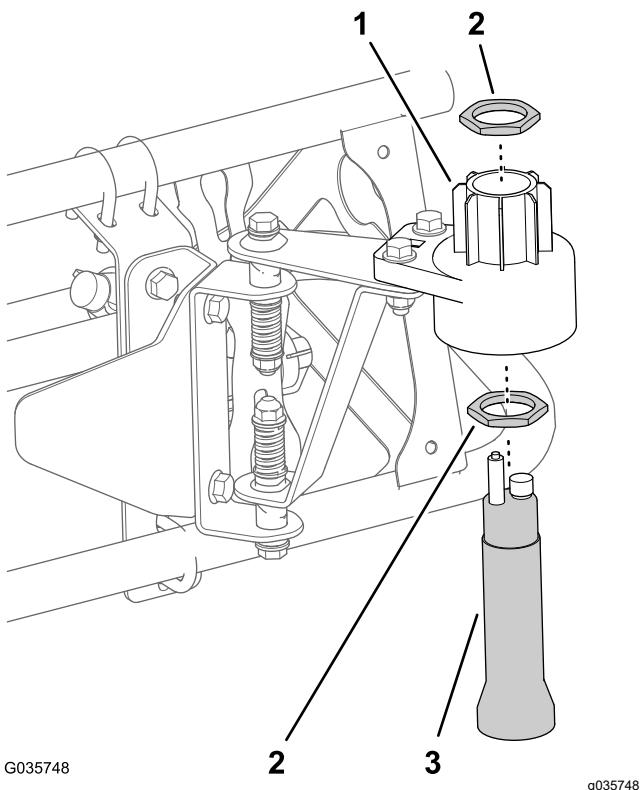

Figura 21
- Monte uma porca grande no sensor (Figura 21).
- Insira o sensor na caixa do sensor inferior (Figura 21).
- Monte a outra porca grande no sensor (Figura 21).